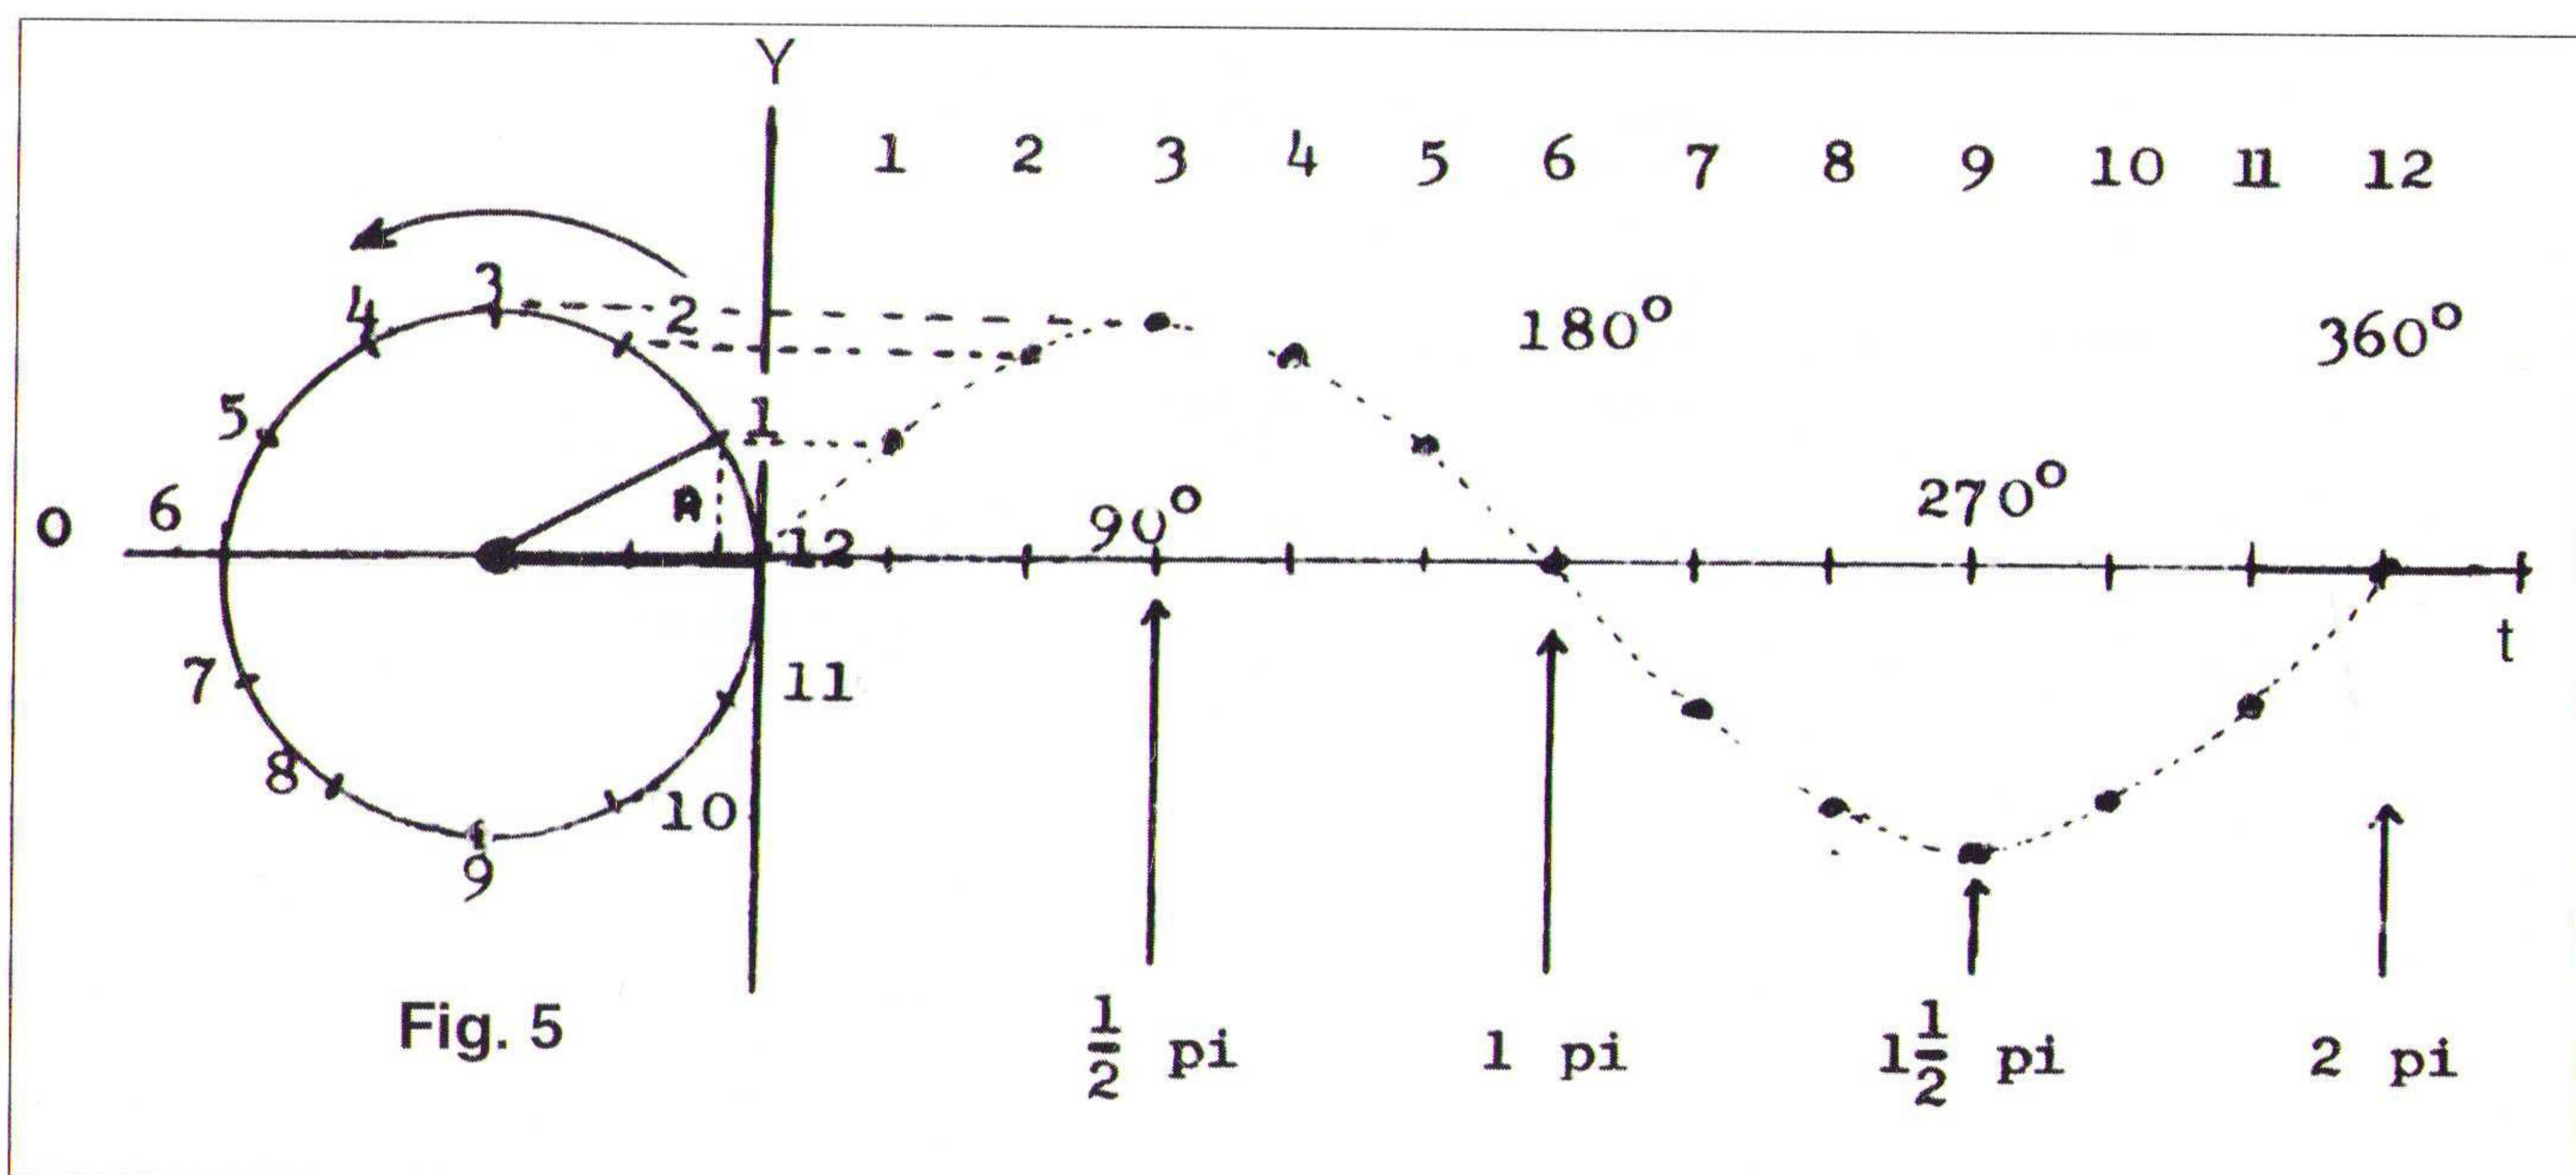

Fig. 5
Bovenstaand fig. 5 geeft het gehele productieproces weer van het maken van een sinuslijn. Hoe hebben we dat gedaan? Om te beginnen hebben we radiaal in twee gedeeld en loodrecht omhoog gezet. Deze halve radiaallijn is voor altijd de maat tussen de punten 1t/m 12 altijd de halve radiaal lengte. De lijn horizontaal is de nul (0) lijn. We laten de radiaal steeds met zijn halve lengte langs de cirkel lopen. Zetten op de
nul lijn vanaf de cirkel ook op de maat van de halve radiaal merklintjes. Verticaal vanaf het raakpunt van radiaal en cirkel en loodrecht boven het halve radiaal maatstreepje zetten we een punt. Zie fig. 5 als we dit met alle 12 raakpunten hebben gedaan en als we deze raakpunten met elkaar verbinden hebben we een sinuslijn. De graden die op de nullijn zijn geplaatst zijn de enige graden die in de wisselstroom techniek wel heel erg belangrijk zijn. Dit in verband met het al even genoemde voor en achter lopen van de spanning op de stroom of het naijlen (is het achterlopen) van de stroom op de spanning. In fig. 5 hebben we te maken met een sinusvormig signaal die overeen komt F in fig. 1. Er zijn veel meer soorten wisselstroom wij houden ons eerst bezig met een puur sinusvormig geheel. Een complete sinus is de lijn die bij de nullijn (ook de x as genoemd) begint rechts omhoog gaat doorloopt weer de nullijn raakt deze passeert doorloopt en weer bij de nullijn eindigt. Als dit is gebeurd hebben een mooie sinus. We hebben het al even gehad over frequenties wat is dat? Als een volledige sinus is verlopen in een in een seconde hebben de frequentie van een Hertz. Als een sinus 50 keer per seconde zijn volledige lijn aflegt hebben 50 Hertz en dat gebeurt bij het lichtnet. Bij de radio hebben we te maken met veel hogere frequenties. Neem bijvoorbeeld de twee meter amateur band deze loopt van 144 tot 146 MHz.